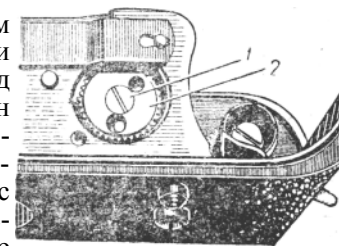

Рис. 253. Ограничительная шестерня,
Одной из особенностей аппарата ФЭД-2, выгодно отличающей его от всех других аппаратов со шторным затвором, является свободный доступ к ограничительной шестерне 2 (рис. 253). Это очень удобно при сборке и ремонте аппарата.
В аппарате ФЭД ограничительная шестерня / (см. рис. 128) спрятана в корпусе и, чтобы правильно установить шестерню 6 и 8 (см. рис. 127), нужно многократно повторять сборку (см. на стр. 160), а в аппарате ФЭД-2 шестерни / и 2 (рис. 251) можно при сборке установить приблизительно, а потом, когда механизм собран, нужно так установить шестерню 2 (рис. 253), чтобы при заведенном затворе кулачок 7 (рис. 126) устанавливался примерно по середине углубления в тормозной защелке 5.
1. Самоотвинчивание винта 1 (рис. 253), которым крепится шестерня 2. Шестерня 2 вращается в обе стороны. В аппарате ФЭД винт крепления ограничительной шестерни притормаживается контргайкой. В аппаратах ФЭД-2 контргайки нет и возможно самоотвинчивание винта. В этом случае выходит из строя затвор, винт следует завинтить. Правильная установка шестерни 2 описана на стр. 289.
Иногда палец шестерни попадает на палец барабана (палец на палец). В таком случае и происходит пропуск очередного кадра. Эта неисправность вызывается смещением или повреждением ограничительной шестерни 2 (рис. 253). Нужно проверить крепление шестерни, завинчен ли до предела винт 1. Достаточно винту отвинтиться на пол-оборота, как возникает указанная неисправность. Это объясняется следующим. С внутренней стороны ограничительной шестерни имеется паз, в котором находится палец корпуса, ограничивающий завод затвора. При отвинченном винте / шестерня 2 начинает перекашиваться, палец выходит из паза и ограничение движения деталей затвора нарушается.
Если же винт / (рис. 253) завинчен до упора, но пропуски кадров продолжают, следует проверить прочность установки пальцев шестерни ведущего барабана. Случаи образования люфта в пальцах не часты.